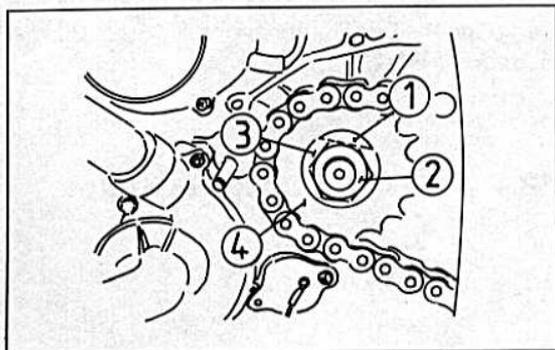

Bild 284
- Das Ritzel mit den Scheiben abnehmen (Bild 284).